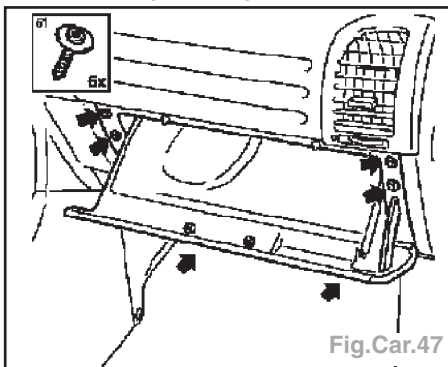

Fig.Car.47
- la boîte à gants (Fig.Car.47),